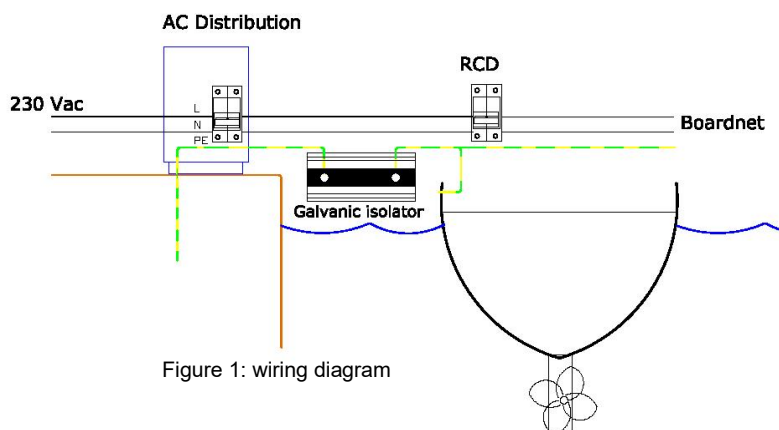

Figure 1: wiring diagram
- 2.3. Wire the galvanic Isolator into the green (safety) grounding conducting connection as shown in fig. 1.
- 2.3. Verbind de galvanische isolator met de groene (veiligheids-) aardedraad, zoals aangegeven in afb. 1.
- 2.3. Verbinden Sie den galvanischen Trenner mit dem grünen (Sicherheits-) Erdungsleiteranschluss wie in Abbildung 1 gezeigt.